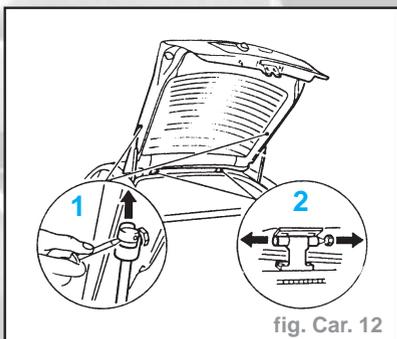

fig. Car. 12
rieur de hayon. Débrancher la fiche de faisceau de câbles au raccordement de masse, tirer le faisceau à travers le cadre de hayon, soulever l'agrafe de blocage et dégager le ressort pneumatique de la sphère rotule (1). Débloquer le boulon de charnière et le retirer (2). Enlever le hayon arrière. (2ème mécanicien) (fig. Car. 12).